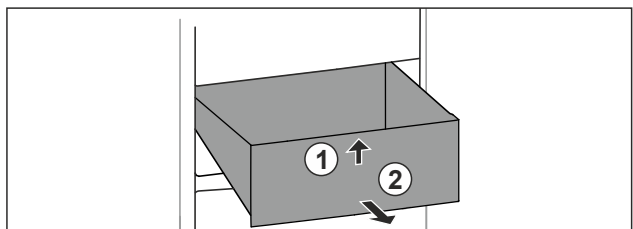

Fig. 98
- Sollevare il cassetto dal davanti. Fig. 98 (1)
- Rimuovere il cassetto tirandolo in avanti. Fig. 98 (2)